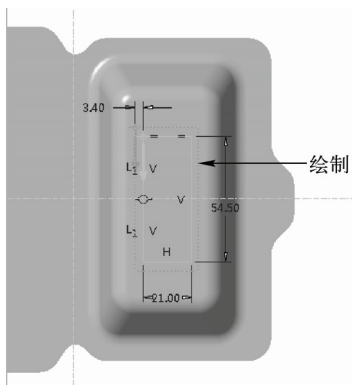

图 16-24 绘制草绘截面二
STEP 06 单击“关闭”面板中的“确定”按钮，完成截面绘制并退出草绘环境。在“输入偏移值”文本框中输入“-5”，单击“截面”按钮，进入草绘环境，绘制草绘截面，如图 16-24 所示。